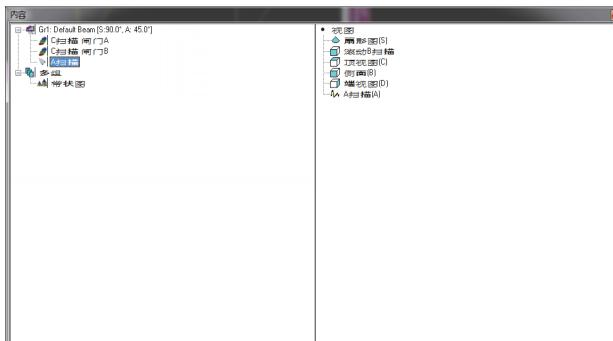

图 4-37 内容对话框示例
2. 点击组件工具栏中的 （或者按SHIFT + ENTER键），打开内容对话框（参见第130页的图 4-37）。